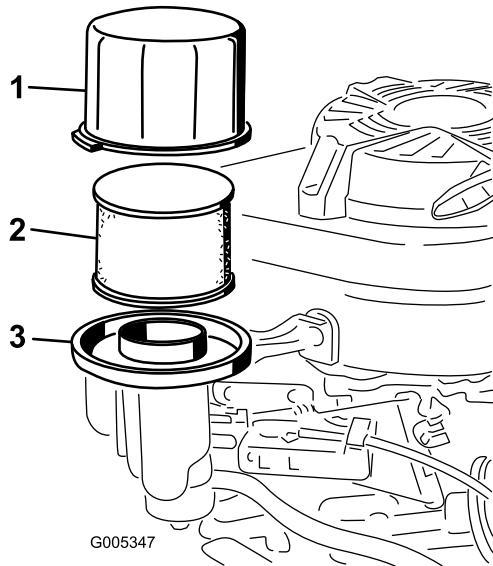

Figura 20
3. Retire la tapa y límpielo a fondo (Figura 20).
4. Retire el pre-limiador de gomaespuma y el filtro de aire de papel de la base del limpiador de aire (Figura 20).